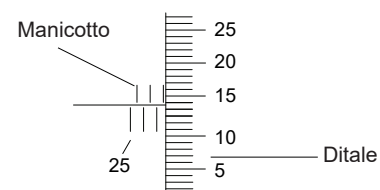

Fig.1
---Se la lettura è pari a zero (o uguale al valore normale dello standard di impostazione), il micrometro è pronto per la misurazione. Se c'è una deviazione, inserire la chiave nel foro sul lato opposto della linea di indice e ruotare il manicotto (Fig. 1) per allineare la linea di indice con la linea di graduazione zero del ditale.